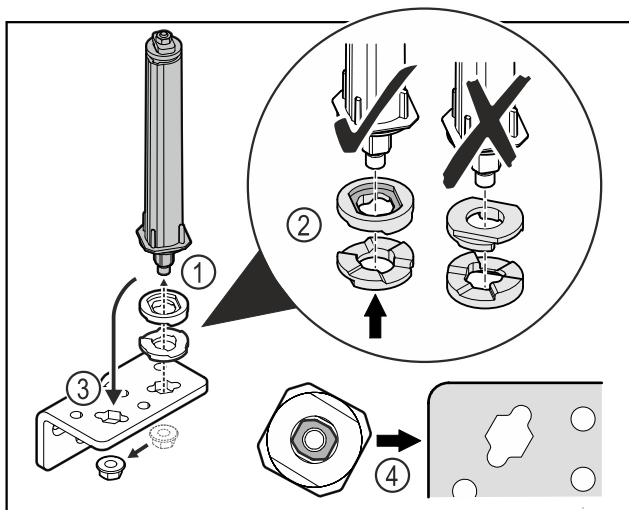

Fig. 40
- ▶ Løsn møtrikken, og fjern dørlukkesystemet Fig. 40 (1).
- ▶ Vær opmærksom på, at højdeindstillingskiverne vender korrekt Fig. 40 (2).
- ▶ Flyt lukkesystemet i hængselvinklen, og fastgør med møtrikken Fig. 40 (3).
- ▶ Vær opmærksom på, at dørlukkesystemet vender korrekt, når det sættes i Fig. 40 (4).